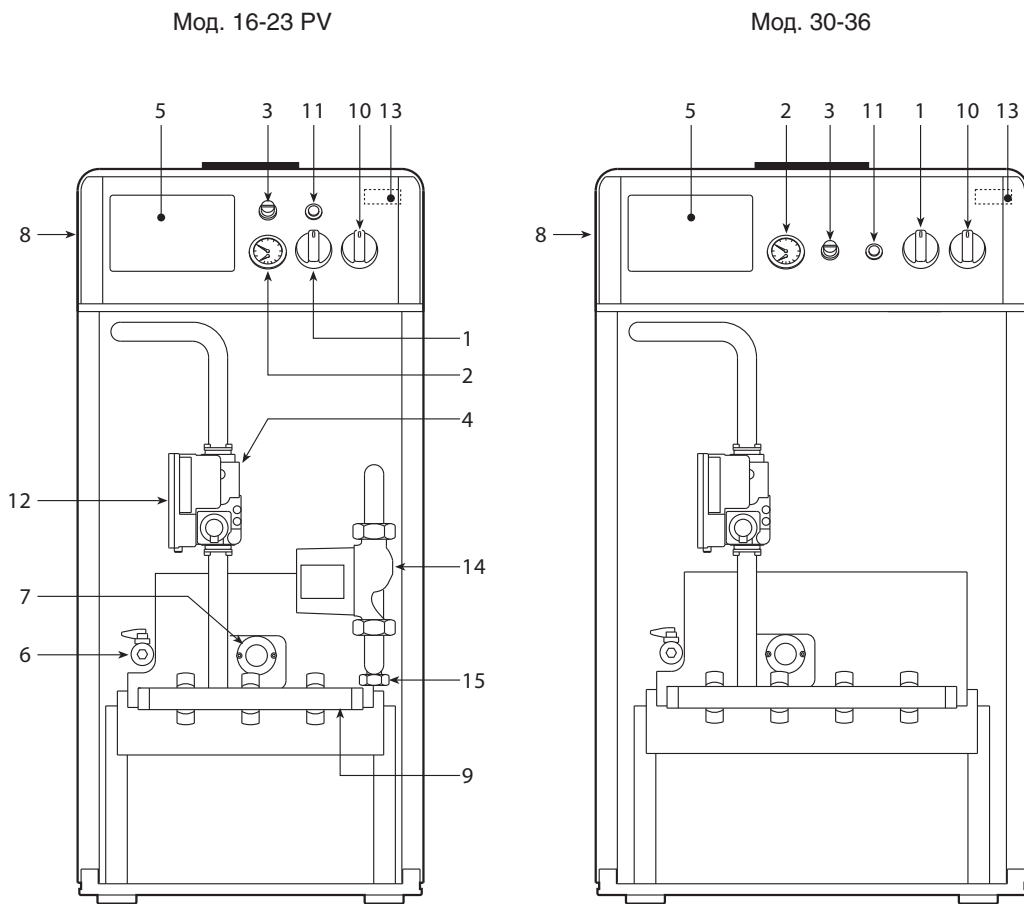

Рис. 1
**Замечание:** Если после правильного выполнения процедуры розжига, горелка не горит и светится сигнальная лампа (11 - Рис.1), подождите 10 секунд и нажмите кнопку перезапуска розжига. Система контроля горения, перезапущенная таким образом, повторит цикл розжига сначала.
Для временного отключения котла просто поверните переключатель (10- Рис. 1) в положение "0".